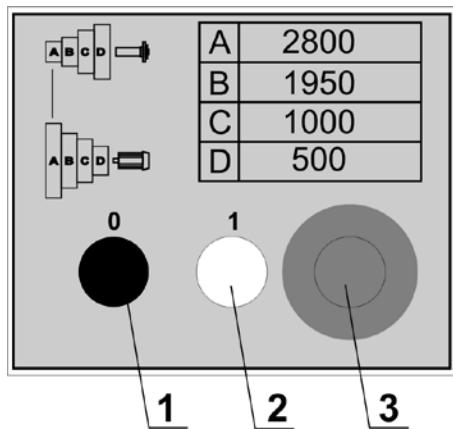

Рисунок 5.
3. Красная кнопка «Стоп» (кнопка аварийного отключения станка 3 рис. 5.)
Станок запускается нажатием белой кнопки 2, выключается при помощи черной кнопки 1. Кнопка «Стоп» (3 рис. 5.) обеспечивает экстренное отключение станка.
Запустите станок на низких оборотах шпинделя (позиция D рис. 5.). Если работа станка не сопровождается каким-либо посторонним звуком, увеличивайте скорость вращения. Дайте станку поработать на холостых оборотах по